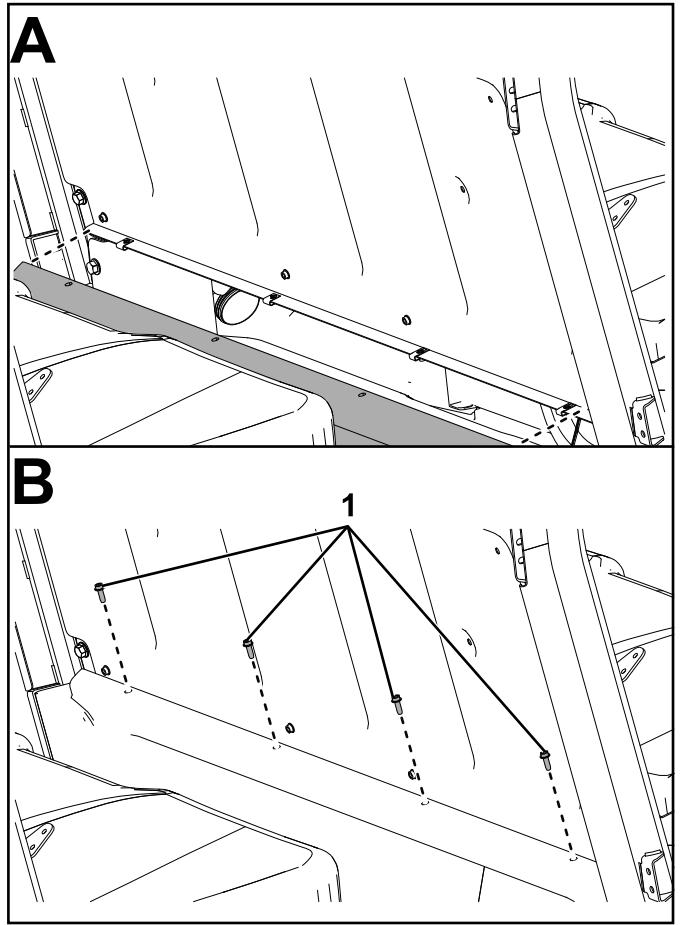

Figure 50
23. Fixez le panneau de siège central sur le plancher et les 4 clips ($\frac{1}{4}$ ") à l'aide de 4 boulons à tête hexagonale à embase ($\frac{1}{4}$ " x $\frac{3}{4}"), comme montré à la Figure 50.$